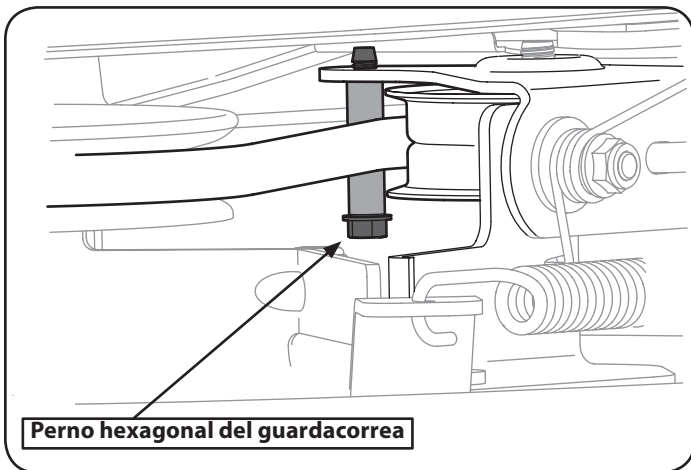

Figura 43
6. Extraiga el espaciador del guardacorrea extrayendo los pernos hexagonales que la sujetan. Vea la Figura 43.